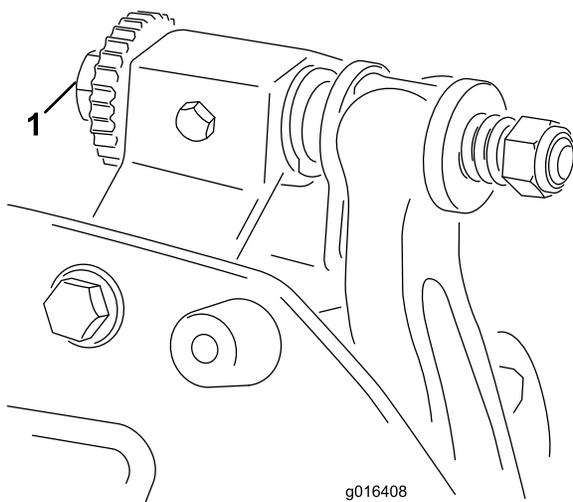

Figura 9
1. Posizionate la macchina su un piano di lavoro pari e uniforme. Accertatevi di eliminare il contatto del cilindro ruotando le viti di regolazione della barra di appoggio in senso antiorario (Figura 9).